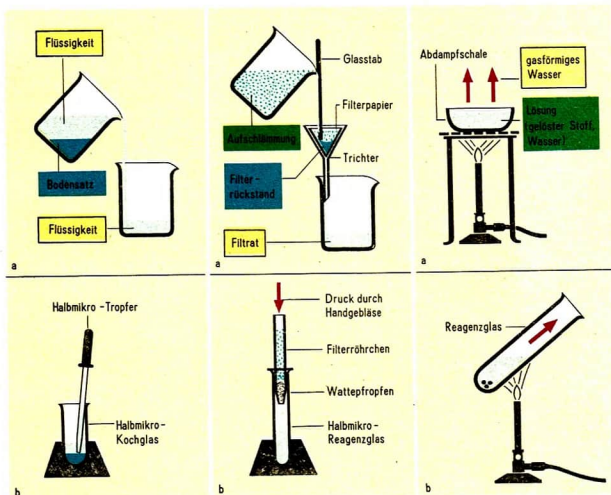
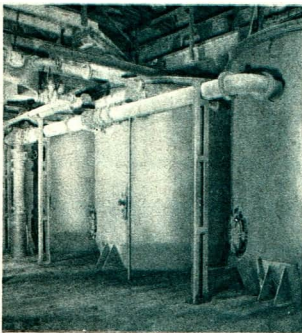
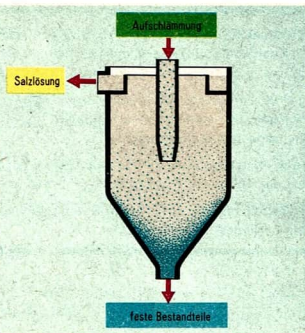

Abb. 8 Dekantieren. a) Große Mengen einer Aufschlämmung dekantiert man durch Abgießen; b) kleine Mengen einer Aufschlämmung dekantiert man durch Absaugen.
Abb. 11 Klärbehälter in einem Kaliwerk unserer Republik
Abb. 12 In den Klärbehälter fließt ständig eine Aufschlämmung zu, feste Bestandteile setzen sich ab, und die Salzlösung fließt ab.
Ein Teil einer Aufschlännen von Kreidepulver in Wasser trennt man durch Dekantieren (Abb. 8), einen zweiten durch Filtrieren (Abb. 9).
Wassers. Die Flüssigkeit über dem Bodensatz kann dann vorsichtig abgegossen (dekantiert) oder abgesaugt werden (Abb. 8). Das Dekantieren wird auch in der Industrie angewendet. Zur Gewinnung von Kalidüngesalzen werden aus den Salzlagern gewonnene Kalirohsalze mit Wasser überspült. Dabei lösen sich Bestandteile, die später in dem Düngesalz enthalten sind. Die nicht gelösten Bestandteile werden durch Dekantieren in Klärbehältern von der Lösung getrennt (Abb. 11 und 12). Eine vollständige Trennung der Stoffe ist beim Dekantieren nur schwer zu erreichen. ①
- ① Erläutere an der Abbildung 12 den Vorgang des Dekantierens im Klärbehälter! Vergleiche mit den Teilvorgängen beim Experiment in Abbildung 8 (Übereinstimmung, Unterschiede)!
- ② Stelle je eine Aufschlämmlung von Sand, von Schwefelpulver und von Kohlepulver in Wasser her! Trenne jeweils einen Teil dieser Aufschlämmlung durch Dekantieren, einen zweiten durch Filtrieren!
- ③ Entwickle Vorschläge zur Trennung folgender Stoffgemische: